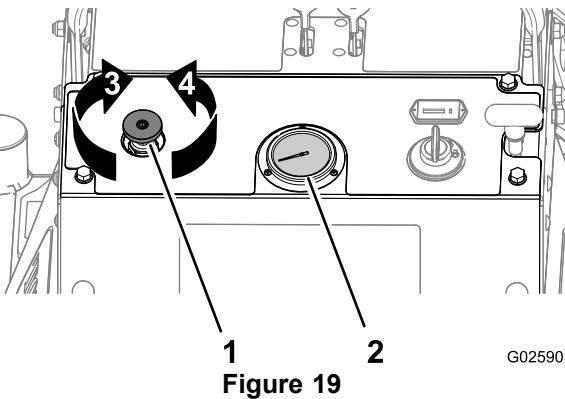

Figure 19
**Remarque:** Première utilisation : réglez la commande de pression des louchets afin que le manomètre des louchets (Figure 19) indique 24 bar (350 psi).
- Tournez la commande de pression des louchets **dans le sens antihoraire** (Figure 19) pour augmenter la pression vers le bas afin de retirer une carotte **plus courte**.
- Tournez la commande de pression des louchets **dans le sens horaire** (Figure 19) pour réduire la pression vers le bas afin de retirer une carotte **plus longue**.